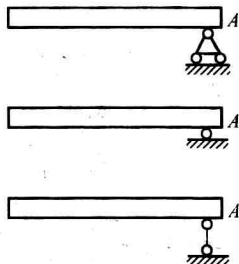

图 1-1
(1) 对光滑接触的指導:对光滑接触,其接触处可能是一个面、一条线或一个点,但不管是哪种接触,均考虑其总体作用效果,其约束力为一个力,且作用线均沿着接触处的公法线,指向被约束的物体,此时约束力的方向不要假定。
(2) 对柔性体约束的指導:对柔性体约束,其约束力对被约束物体只能是拉力,而不能是压力;对柔性体本身,其只能承受拉力,而绝不会是压力。
(3) 对光滑铰链约束的指導:光滑铰链约束其约束力实质是一个力,一般若根据判断能画为一个力时,如根据二力平衡公理、三力平衡汇交定理、力偶的性质等,就画为一个力;如不能判断出画为一个力或画为一个力不方便时,则画为正交的两个力。在实际做题时,画为正交的两个力的时候居多。当然,也不全是按水平与铅直方向画为正交的两个力,要视解题方便而定,极个别的情况也可以画为斜交的两个力。
(4) 对滚动支座约束的指導:滚动支座约束可属光滑约束一类,其总体效果为一个力。注意:图 1-1 所示表示滚动支座约束的三种符号具有同等的含义。